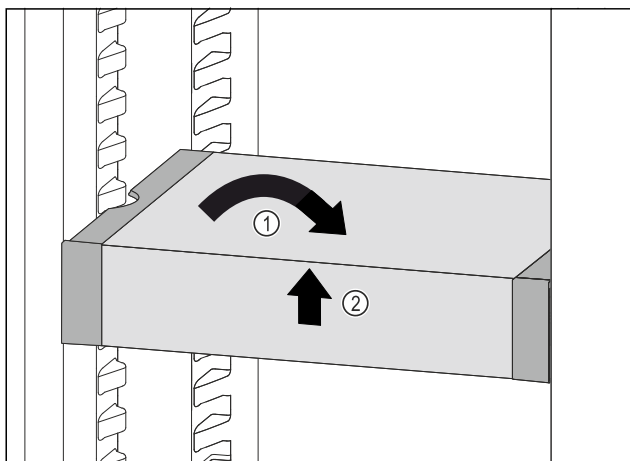

Fig. 120
- ▶ Placer VarioSafe lige. Fig. 120 (1)
- ▶ Løft VarioSafe op foran. Fig. 120 (2)